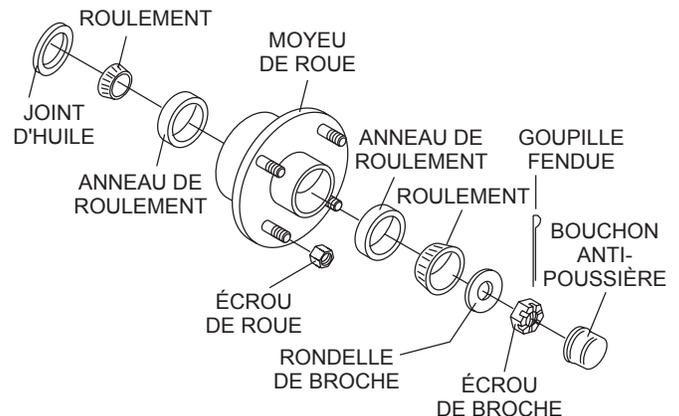

Figure 66. Composants du moyeu de roue
Les roulements à billes (Figure 66) doivent être vérifiés et lubrifiés une fois par an ou tous les 12 000 miles pour assurer un fonctionnement en toute sécurité de votre remorque.
Suivez les étapes ci-dessous pour démonter le moyeu de la roue et effectuer l'entretien des roulements à billes. Voir la Figure 66.
- Serrer tous les écrous de roue dans l'ordre (voir le Tableau 18). **NE PAS** serrer les écrous de roue complètement. Serrer chaque écrou de roue en 3 passes distinctes tel que défini par la Figure 66.